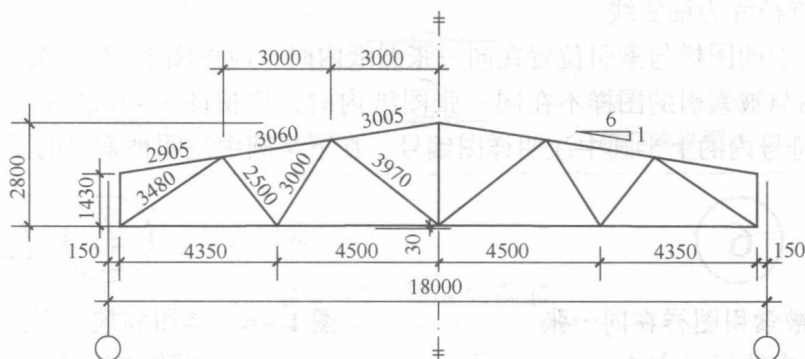

图 1-3 对称桁架几何尺寸标注方法
(10) 在结构平面图中, 构件应采用轮廓线表示, 当能用单线表示清楚时, 也可用单线表示。定位轴线应与建筑平面图或总平面图一致, 并标注结构标高。
(11) 在结构平面图中, 当若干部分相同时, 可只绘制一部分, 并用大写的拉丁字母 (A、B、C……) 外加细实线圆圈表示相同部分的分类符号。分类符号圆圈直径为 8mm 或 10mm。其他相同部分仅标注分类符号。
(12) 桁架式结构的几何尺寸图可用单线图表示。杆件的轴线长度尺寸应标注在构件的上方 (图 1-3)。